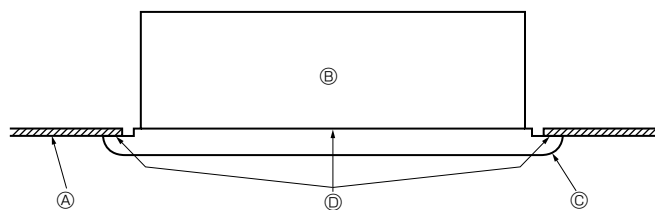

Рис. 5-6
- Далее затяните крепежные болты ② и крепежные винты ③ в трех местах в центре.
- И наконец затяните крепежные болты ② в четырех местах слева и справа.
- На этом этапе убедитесь в отсутствии щелей между внутренним прибором и передней панелью, а также между передней панелью и поверхностью потолка. Наличие щелей может привести к попаданию ветра, что, в свою очередь, может вызвать капание воды. (Рис. 5-6).
- * Плотно затяните крепежные болты ② и крепежные винты ③.
5.4. Контрольные проверки после установки (Рис. 5-6)